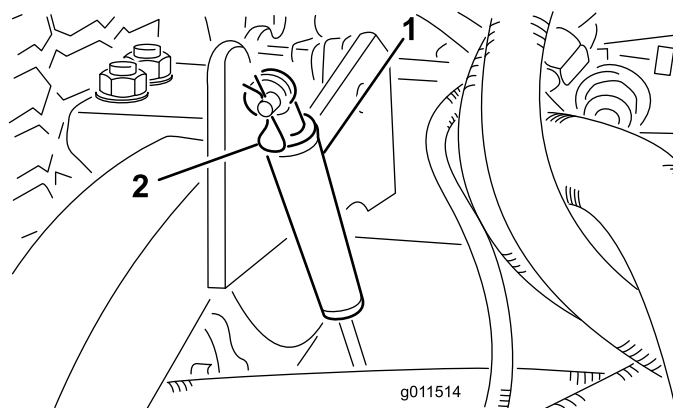

Figure 5
6. Retirez les goupilles fendues qui fixent les amortisseurs aux bras de relevage du plateau (Figure 5).